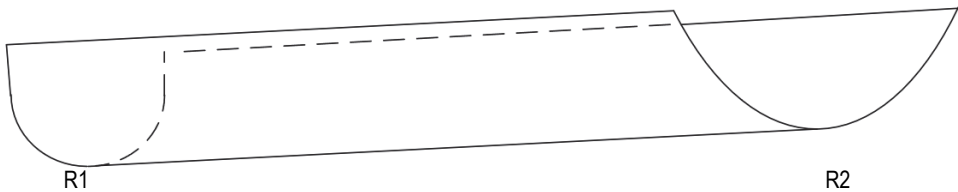

Abbildung 4-57 R1 und R2 Positionen
3. Wenn Sie eine Oberfläche verwenden, die sich nicht entlang der Prüfbahn ändert, können Sie mit derselben Referenz den Anfang und das Ende der Blende festlegen. Wenn die Oberfläche entlang der Prüflinie variiert, verwenden Sie die Positionen R1 und R2 (Abbildung 4-57 auf Seite 155) als Referenz für Schritte 4. auf Seite 131 bis 9. auf Seite 159. In der Abbildung ist der Krümmungsradius bei R1 kleiner als bei R2.
4. Positionieren Sie den Sensor auf dem Prüfteil in der Position R1 wie in Abbildung 4-57 auf Seite 155. Wenn sich die Prüfteilform nicht ändert, verwenden Sie eine saubere Position auf dem Prüfteil.